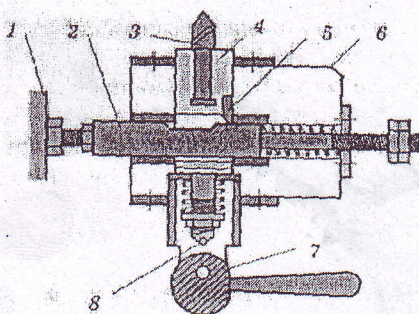

Рис. 6. Устройство Эля автоматического отвода резца;
- при нарезании резьбы использовать устройство для автоматического отвода резца (рис. 6).